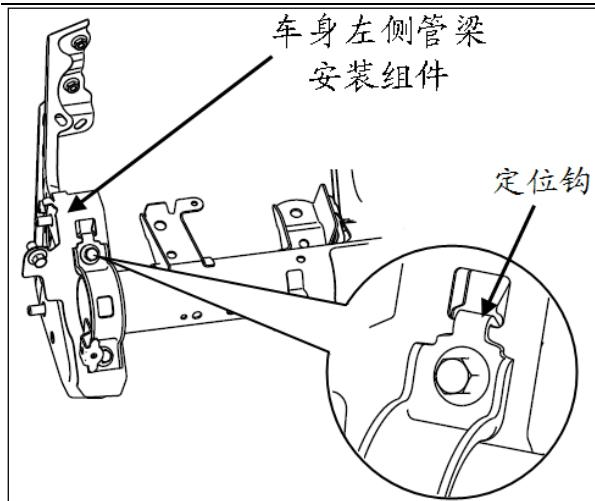
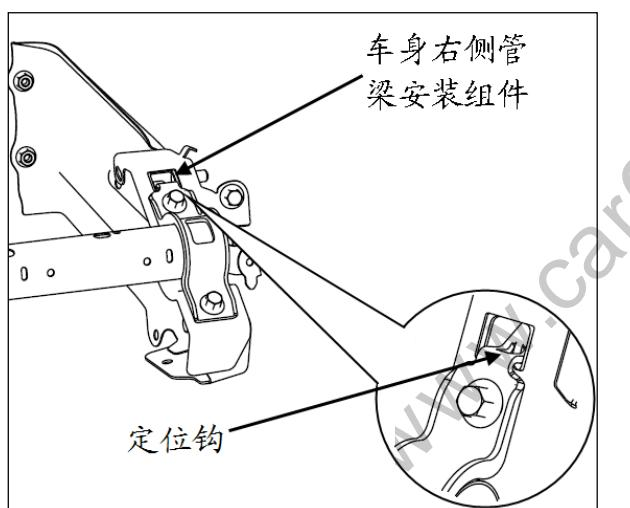

图 1.5.27 仪表台横梁固定支架组件 (左)
图 1.5.28 仪表台横梁固定支架组件 (右)
- (1) 将管梁总成与车身前舱钣金的紧固件拆分开，用六角套筒 (10 号) 将 2 个六角法兰面螺栓 Q1840816 取下。
- (2) 将地毯在仪表板底部的范围掀开，把管梁总成与车身地板钣金连接的紧固件拆分开，用六角套筒 (10 号) 将 2 个六角法兰面螺栓 Q1840816 取下。
- (3) 将管梁总成与空调总成拆分开，用六角套筒 (8 号) 将 1 个六角法兰面螺栓 Q1840616 取下。
(4) 将管梁总成与车身侧围钣金连接的紧固件拆分开，用六角套筒 (10 号) 将左右两侧各 2 个六角法兰面螺栓 Q1840816 取下。
(5) 再次确认转向管柱以及其它相关的电器元件、线束与管梁以及仪表板下本体的连接断开。确认无误后，将图 1.5.27 中所示的左侧定位钩脱开，再将图 1.5.28 中所示的右侧定位钩脱开，即可将管梁以及仪表板下本体将车身上拆下。
(6) 管梁和线束一起拿下后，再将线束从管梁上拆下，